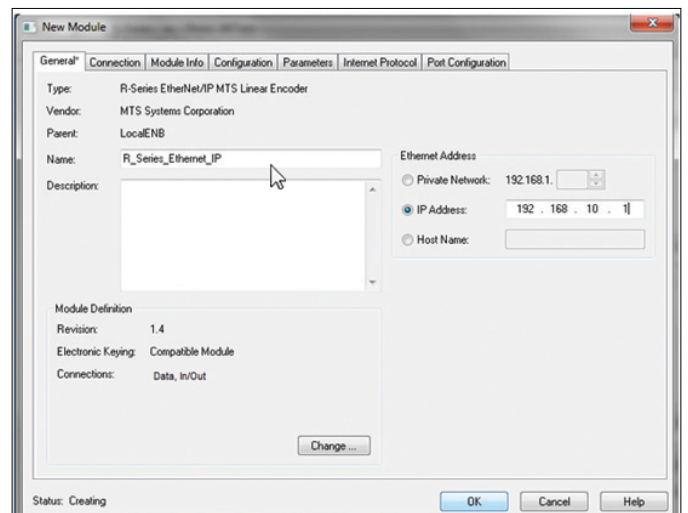

Abb. 117: Neue Moduleinstellungen bestätigen
3. Es öffnet sich das Fenster „New Module“. Tragen Sie im Feld „Name“ einen Namen ein wie z.B. „R_Series_Ethernet_IP“. Klicken Sie unter „Ethernet Address“ die Option „IP Address“ und tragen Sie die statische IP-Adresse ein, die Sie dem Sensor zuvor zugewiesen haben (Abschnitt 6.2). Bestätigen Sie Ihre Eingaben durch Klicken der Schaltfläche „OK“ (Abb. 117).